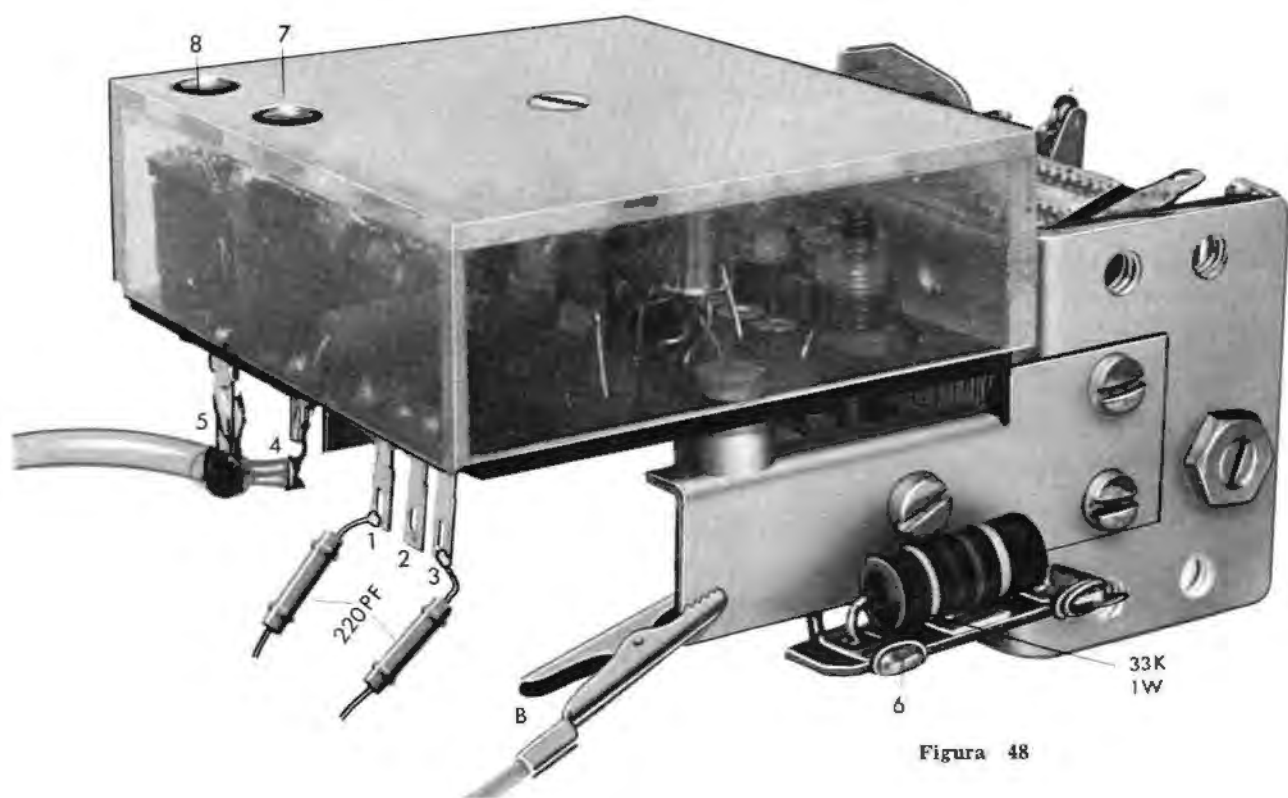

Figura 48
13. Proceda al ajuste de los transformadores de FM. Como principio, seleccione en la escala graduada del generador C (superior) la frecuencia de 10,7 Mc/s. Saque el núcleo superior 8_F del segundo transformador de F.I. (correspondiente al discriminador). Quite las pinzas del lugar que las tiene puestas (cable de salida del generador), conéctelas de la misma forma que hizo en el ajuste de AM (patilla 2 de la válvula UF89 y masa) y ajuste el núcleo inferior 7_F del primario del segundo transformador de F.I. hasta obtener la máxima salida audible y visual (polímetro). A continuación saque las pinzas y póngalas donde estaban antes (hilo de conexiones del conmutador de ondas y el terminal 2 de la regleta R_1). Empiece ajustando el núcleo del primario del primer transformador de F.I. (inferior 5_F) y a continuación el núcleo del secundario (superior 6_F). Logrado esto, retoque (sin mover las pinzas de donde están), por este orden, los tres núcleos 7_F , 5_F y 6_F . Acto seguido retire las pinzas cocodrilo del cable de salida del generador; oprima con la del conductor central el cable amphenol (entrada de antena de FM), punto E, y con otra pinza en la masa según la figura 48. Mediante el conmutador, seleccione la onda de FM (tercera posición); retoque el núcleo del sintonizador (punto 8) y a continuación el punto 7, hasta conseguir al máximo el pitido de respuesta de la frecuencia de 10,7 Mc, pero nítido. (Si la máxima salida, por efecto de saturación, da una respuesta deformada, debe sacrificar un poco la señal retocando hasta que aparezca completamente clara.) Solamente resta subir un poco más de volumen por medio del potenciómetro de R.F. del generador e introducir en el segundo transformador de F.I. el núcleo superior 8_F , retocándolo hasta que desaparezca la señal, lo que indica que el discriminador se encuentra en el punto cero correcto. En el su-
del sintonizador de FM. La resistencia Rx de $33\text{ K}\Omega$, 1 vatio, es la que va soldada en la regleta de la parte exterior del sintonizador. En la figura 48 se señala el punto 6 (toma de positivo).